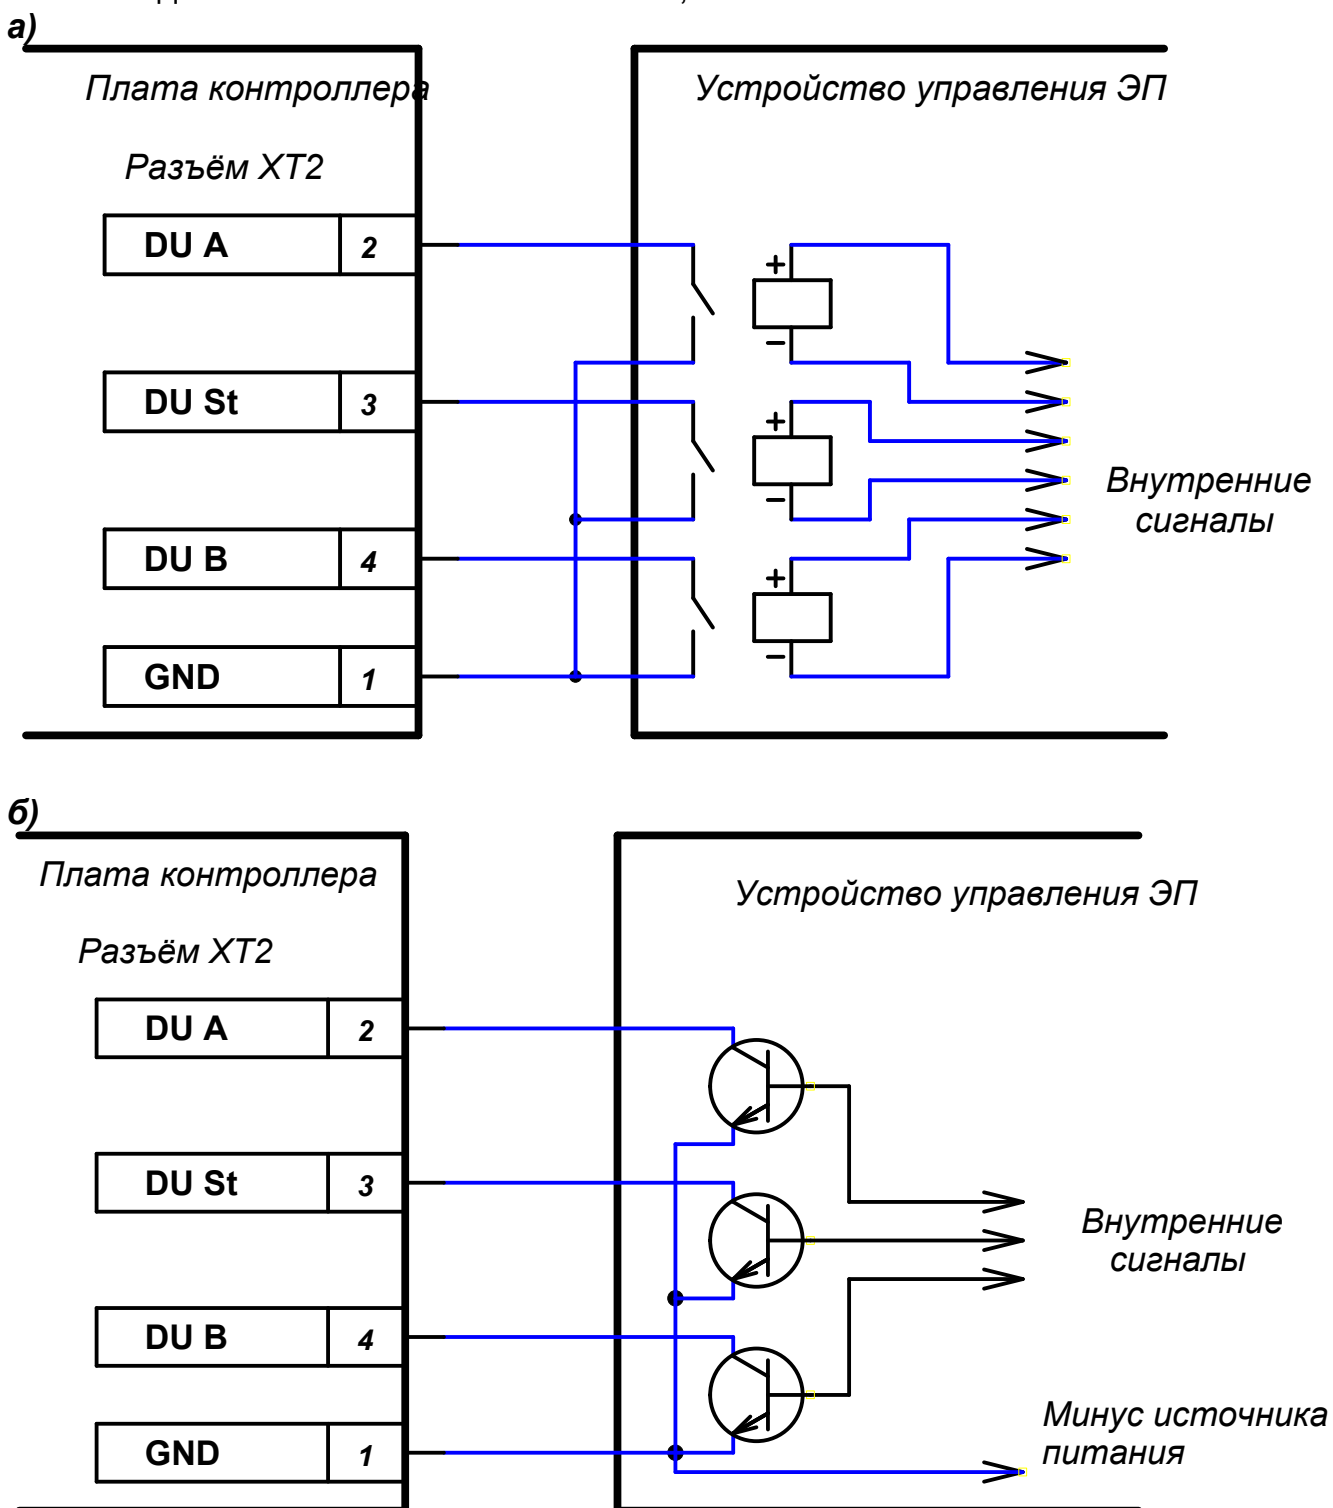

Рисунок 4 – Управляющие элементы устройства управления ЭП:
5.4.2 Управление ЭП осуществляется подачей на контакты клеммной колодки “ХТ2” платы контроллера DUA, DUSt и DUB сигнала низкого уровня относительно контакта GND, при этом управляющим элементом могут быть нормально разомкнутый контакт реле или схема с открытым коллекторным выходом (см. рисунок 4).